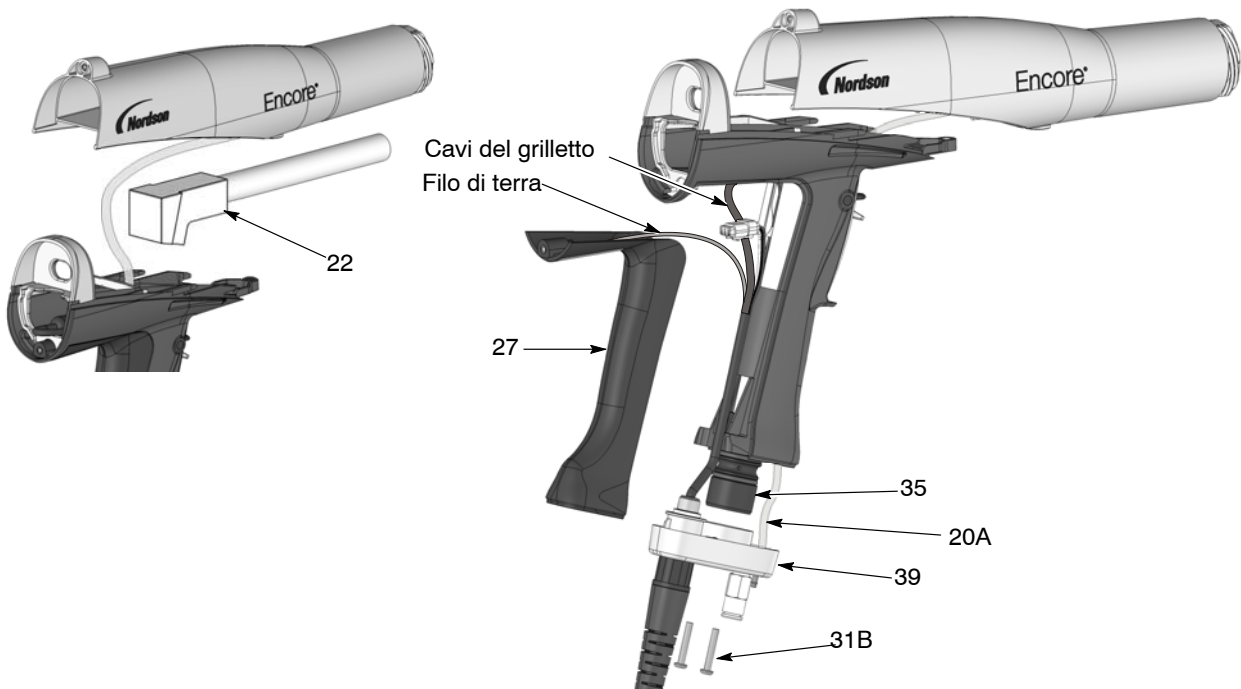

Figura 6-4 Rimozione del percorso polvere dalla pistola a spruzzo
1. Vedi figura 6-4. Rimuovere il tubo d'uscita (22) dal tubo d'ingresso. La sezione a gomito del tubo d'uscita è trattenuta sul tubo d'ingresso da un adattatore con o-ring stretto; muovere il gomito avanti e indietro per liberarlo.
2. Rimuovere le due viti M3 x 20 (31B) dalla base dell'impugnatura (39).
3. Staccare la base dall'impugnatura, alzare il fondo della piattina di messa a terra (27) e allontanarlo dall'impugnatura, quindi rimuovere. Lasciare il filo di terra collegato alla piattina di messa a terra.
1. Vedi figura 6-4. Montare il tubo d'ingresso (35) su nell'impugnatura.
2. Inserire l'estremità del tubo d'ingresso nella base dell'impugnatura (39) e posizionarla.
3. Spingere la base dell'impugnatura vicino all'impugnatura, poi agganciare l'estremità superiore della piattina di messa a terra (27) dentro il corpo e ruotarla sull'impugnatura. Durante il riassetto assicurarsi che i fili del cavo non siano schiacciati o intrappolati.
5. Premere il gomito del tubo d'uscita (22) sull'estremità del tubo d'ingresso, con l'estremità di uscita orientata verso il davanti della pistola, come illustrato.